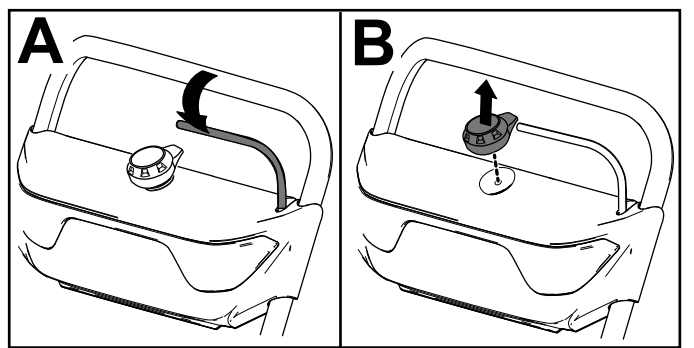

Figura 10
1. Suelte la barra (Figura 10, A).
2. Retire el botón de arranque eléctrico del arrancador eléctrico (Figura 10, B).